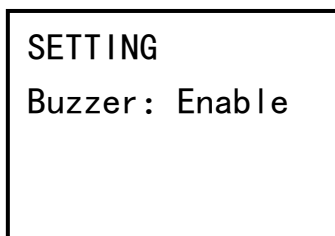

Рисунок 21
- доступность звукового сигнала (см. рисунок 21);